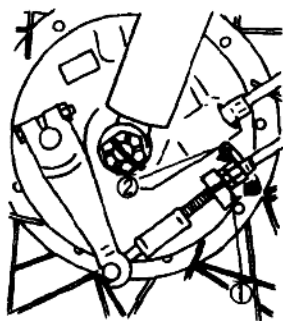

图 1-14 前轮制动力的调整
前轮制动力的调整如图 1-14 所示,松开锁紧螺母①,转动调整器②,通过调整前制动钢索的松紧来调整前制动的制动力。